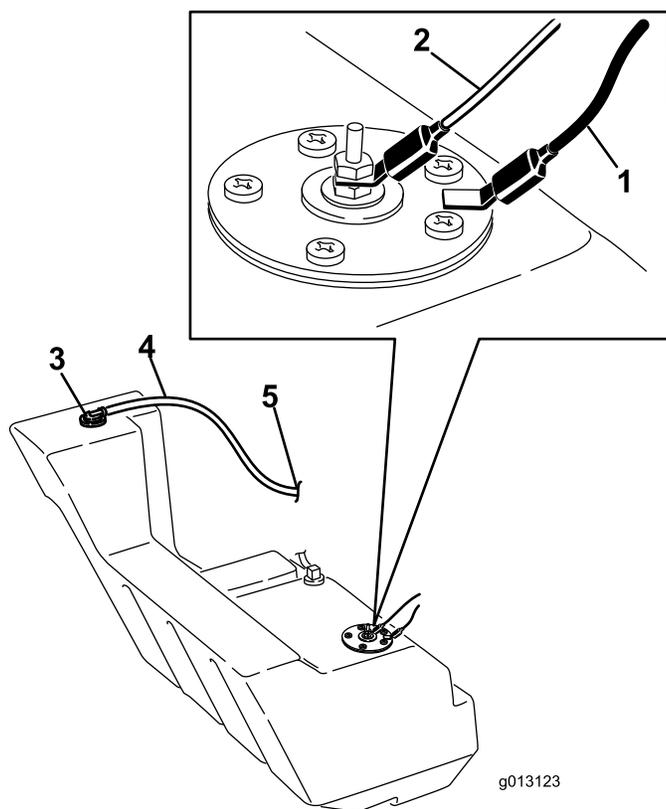

Рисунок 65
12. Отсоедините два провода, идущих к правой стороне бака (Рисунок 65).
21. На правой стороне бака подсоедините оранжевый провод к центральному штырю, а черный провод к наружному штырю (Рисунок 65).